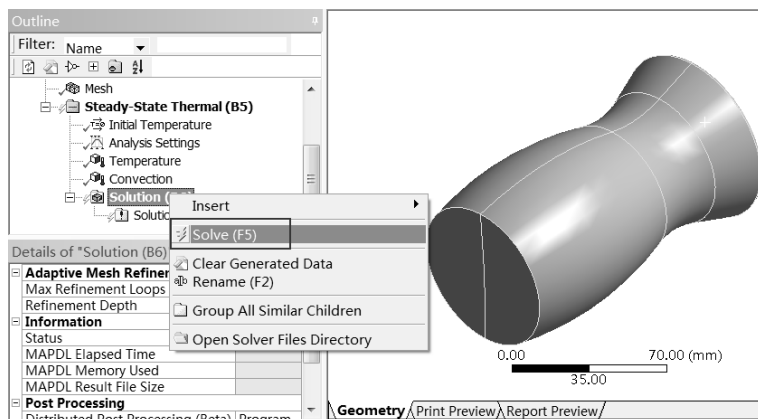

图 15-23 求解
Step6：在 Outline（分析树）中的 Steady-State Thermal（B5）选项上右击，在弹出的快捷菜单中选择  Solve 命令，如图 15-23 所示，此时会弹出进度显示条，表示正在求解，当求解完成后进度条自动消失。